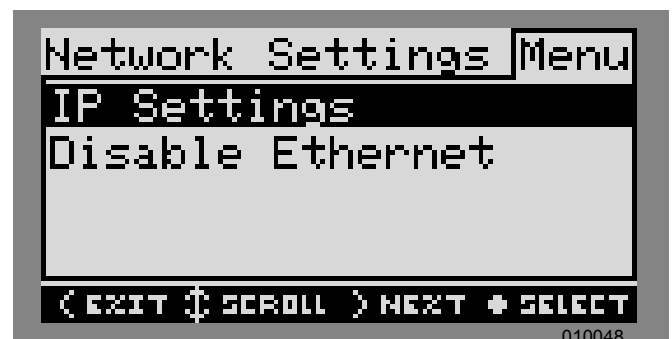

Figure 6-28. Configuration Ethernet (1 de 2)
- Voir Figure 6-28. Appuyer sur la touche centrale à partir de l'écran des paramètres Ethernet et sélectionne les IP Settings (paramètres IP).